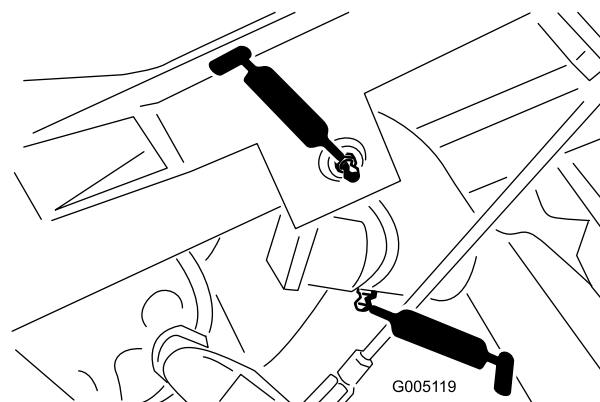

図 40
- ・ 昇降アームのピボット（3か所）とピボット・ヒンジ（3か所）（図 40）